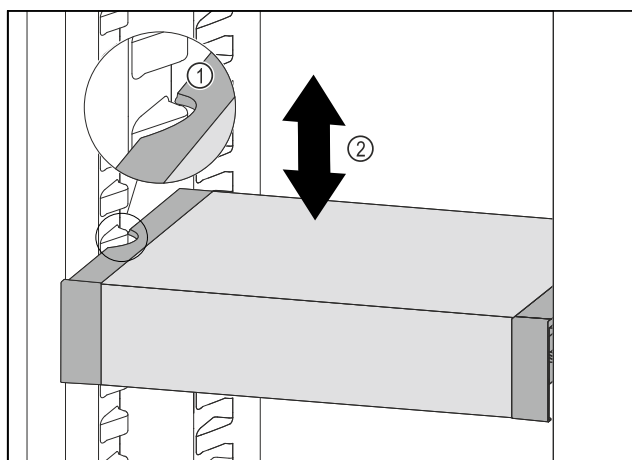

Fig. 127
- ▶ Tire del VarioSafe hacia delante hasta que los huecos laterales del VarioSafe se encuentren a la altura de la nervadura del recipiente en el compartimento del frigorífico. Fig. 127 (1)
- ▶ Mueva el VarioSafe hacia arriba o hacia abajo en el compartimento del frigorífico hasta alcanzar la altura deseada. Fig. 127 (2)